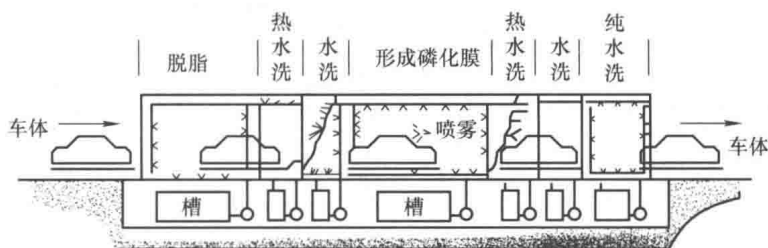

图 1-9 车身表面处理
(1) 车身表面处理 如图 1-9 所示,在涂装前对车身进行除锈、去氧化皮、去垢、脱脂和磷化处理,以除去车身表面在生产过程中出现的氧化皮、毛刺、锈蚀、油污和焊渣等。